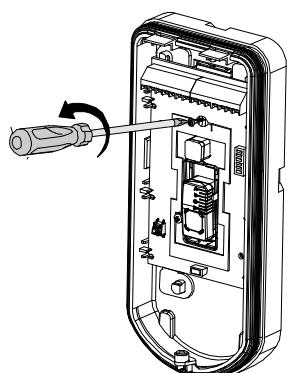

Figura 10
- b. Utilizzare un cacciavite per svitare la vite di blocco (vedi Figura 10).